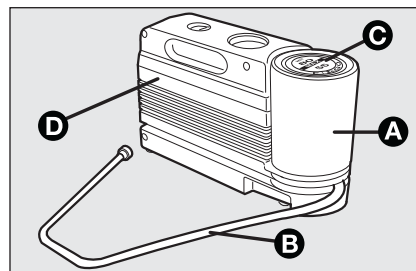

fig. 11
Le kit **fig. 11** comprend:
- ☐ un compresseur **D-fig. 11** avec manomètre et raccords, se trouvant dans le compartiment;